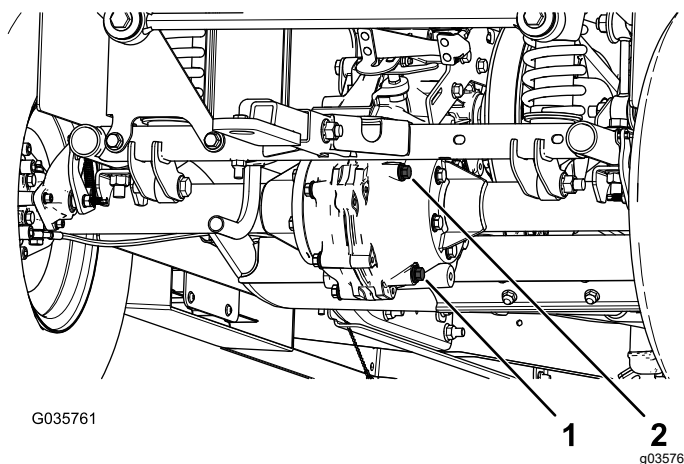

Figura 58
4. Tire o tampão de enchimento do conjunto eixo-transmissão (Figura 58).
5. Se o nível de fluido estiver baixo, retire o tampão de enchimento e adicione o fluido especificado até sair pelo furo (Figura 58).
1. Alinhe um recipiente de escoamento com o tampão de escoamento (Figura 58).
2. Retire o tampão de enchimento e o vedante (Figura 58).
3. Retire o tampão de escoamento e o vedante e deixe o fluido escoar completamente (Figura 58).